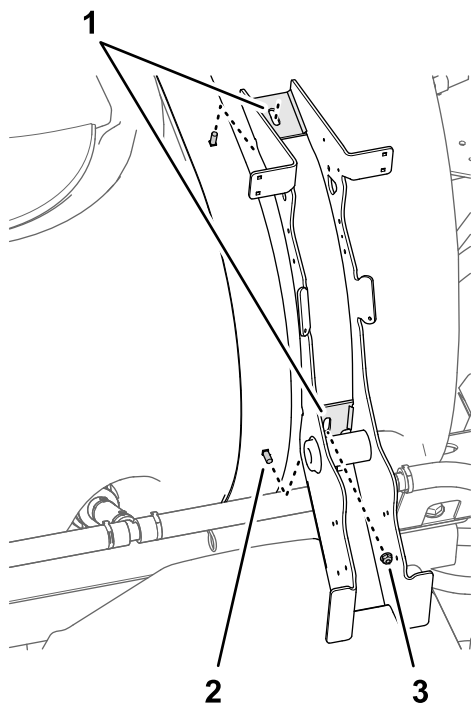

Figura 13
2. Alinee las ranuras del soporte del eyector con los 2 pernos de cuello cuadrado inferiores del fleje trasero del depósito, según se muestra en Figura 13.
3. Monte provisionalmente la contratuerca con arandela prensada (5/16") en el perno de cuello cuadrado inferior (Figura 13).